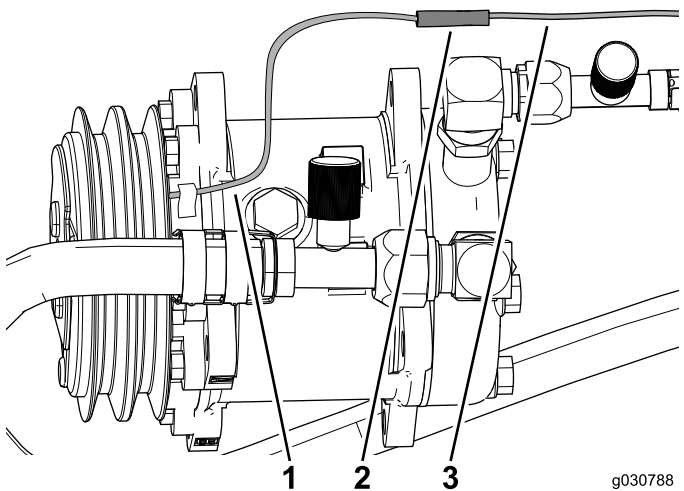

Figura 51
3. Conecte el cable del compresor de aire acondicionado al conector bala del arnés de cables (Figura 51).